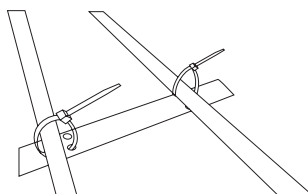

Fig 1. Suportul de jgheab și legătura de cablu
4. Pentru această instalație se utilizează suportul de jgheab (fig. 1). Rezistent la UV, este împins prin găurile de pe bara și se strânge ușor, astfel încât cablul are loc, dar nu este și securizat.